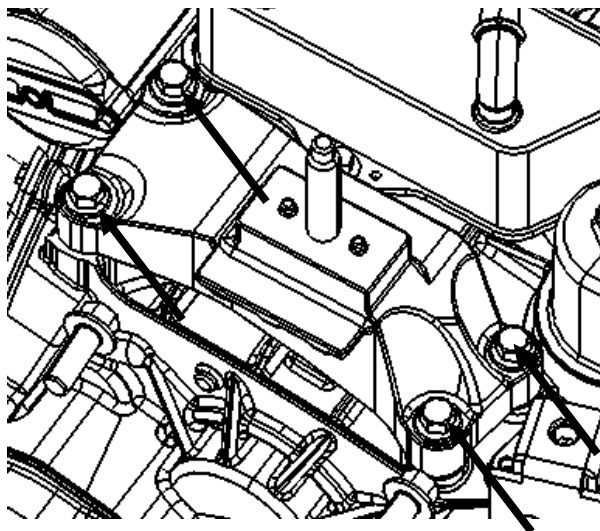

图 10
2.7.3 拆下动力总成左悬置变速箱支架与变速箱箱体连接的 4 个螺栓（如下图 10 所示），即可取下左悬置变速箱支架。
2.8.3 将左悬置变速箱支架与变速箱箱体通过 4 个螺栓连接并打紧（如图 10 所示）。
2.9.3 将左悬置变速箱支架与变速箱箱体连接的 4 个螺栓打紧力矩为 55 N.m（如图 10 所示）。